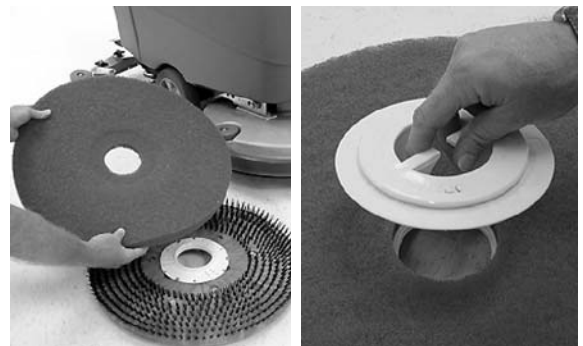

FIG. 8
3. Fixez le patin sur le système d'entraînement avant d'installer le système. (Figure 8). Fixez le patin avec le verrou de centrage.